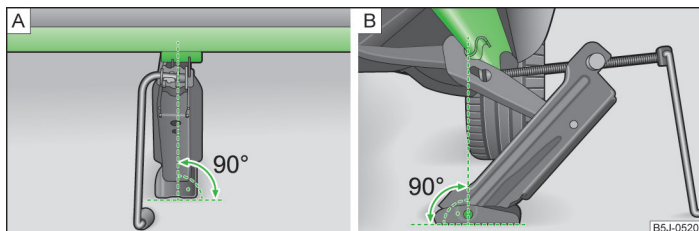

Fig. 142 Colocar el gato
- Fijar el gato de modo que la garra abarque el alma vertical » fig. 142 - debajo de la muesca en la superficie lateral del larguero inferior.
- Asegurarse de que la placa de base del gato esté con toda la superficie apoyada en un suelo recto y en vertical » fig. 142 respecto a la posición en la que la garra abarca el alma.